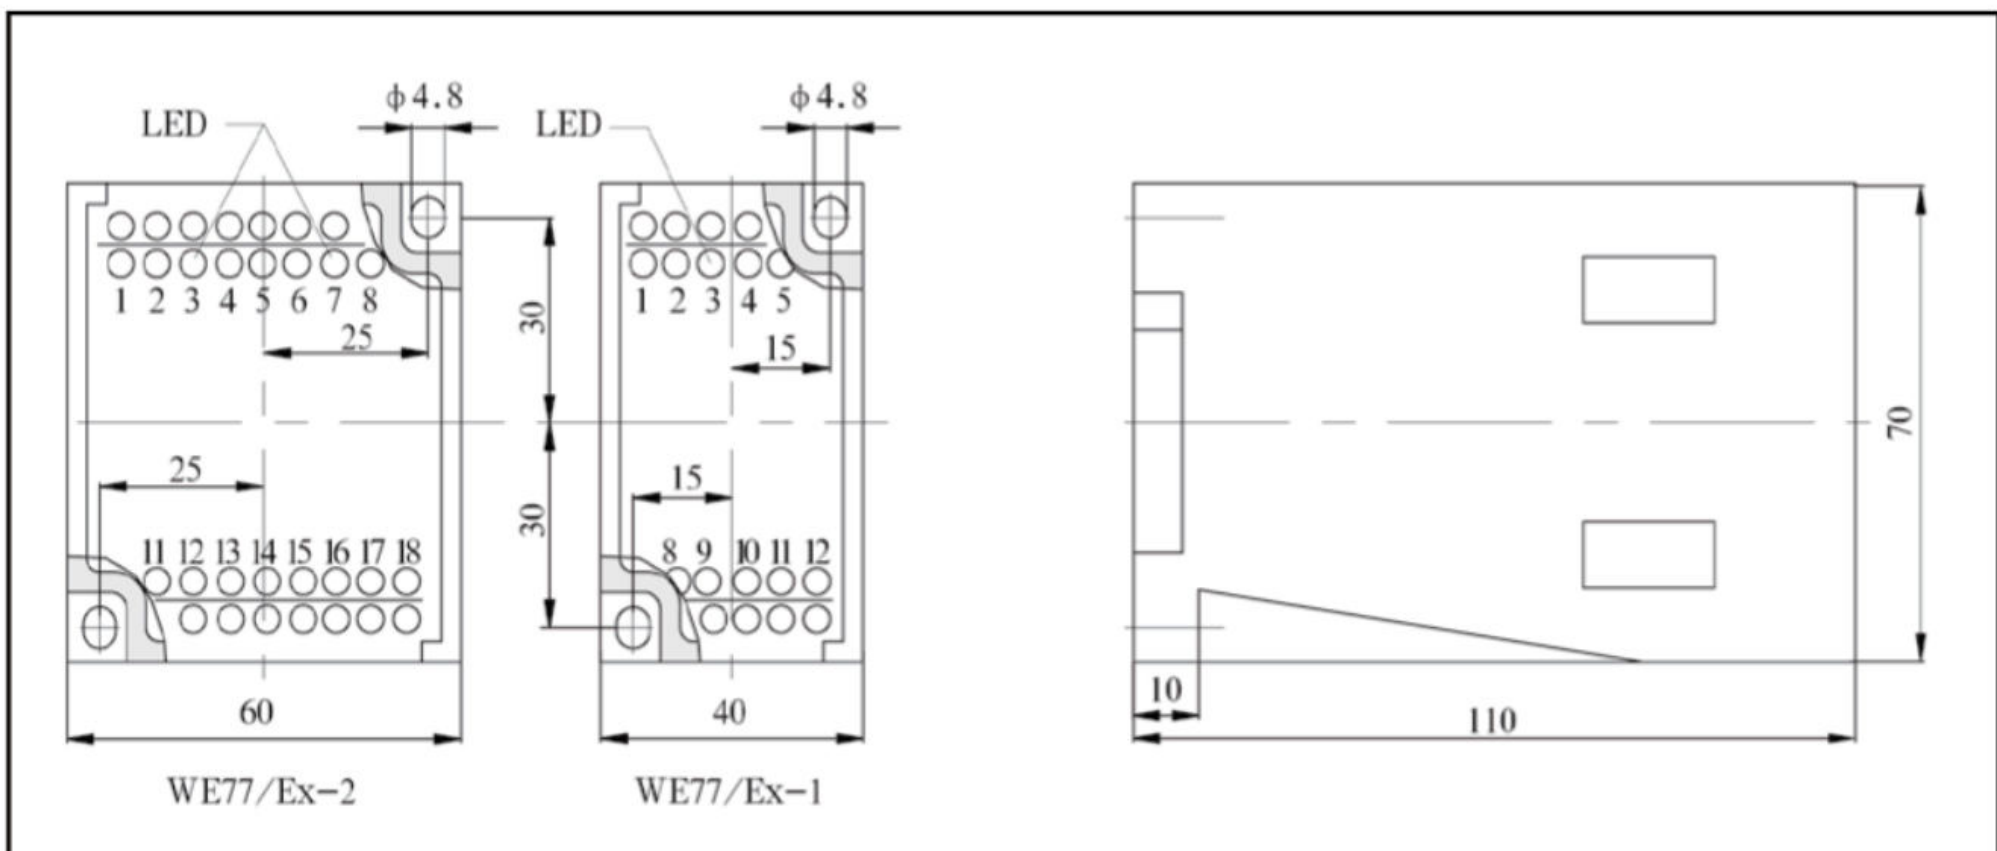

图 22
6.2.3 WE77/Ex晶体管继电器安装及外形尺寸 (见图22)